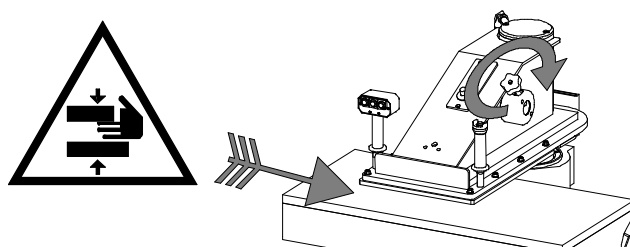

Fig. 10
a) El volantito que se encuentra en el lado derecho del brazo sirve para la regulación de la carrera del mismo. Girándole en sentido horario, como indica la flecha en el dibujo (Fig. 10), el brazo se baja; en sentido contrario el brazo se levanta.